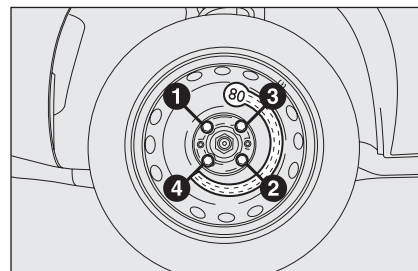

fig. 16
- ☐ mediante el uso de la llave en dotación, apriete los cuatro tornillos de fijación según el orden numérico ilustrado en **fig. 16**;